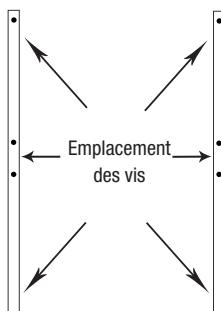

Figure 1
ÉTAPE 2: Après avoir repéré l'emplacement des montants du mur, installez les montants à encoche simple de 24 po au moyen des vis de 2 po, tel qu'ilustré à la **Figure 1**. Utilisez un niveau pour vous assurer que les montants sont bien droits.